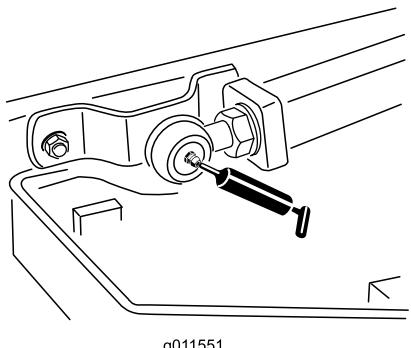

Figure 68
- Rotules de bras de levage (2) (Figure 68).